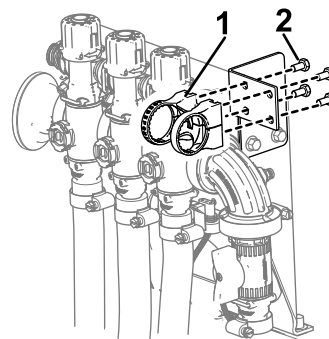

図 19
5. 図 19のように、バルブ取り付けブラケットにバルブマウントを取り付けるボルトM64本を使用する。